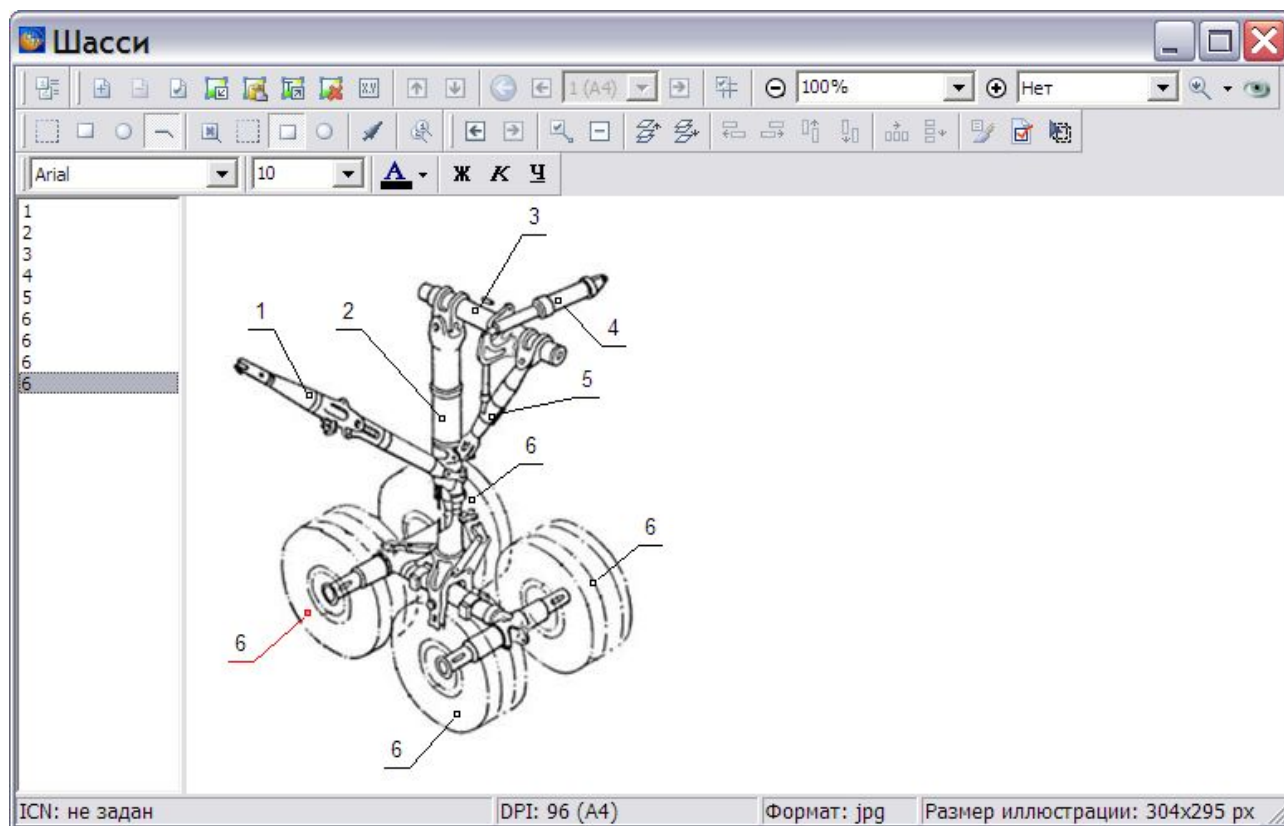

Рис. 3.153
1. Выделите выноску, например, выноску «6» (Рис. 3.153)